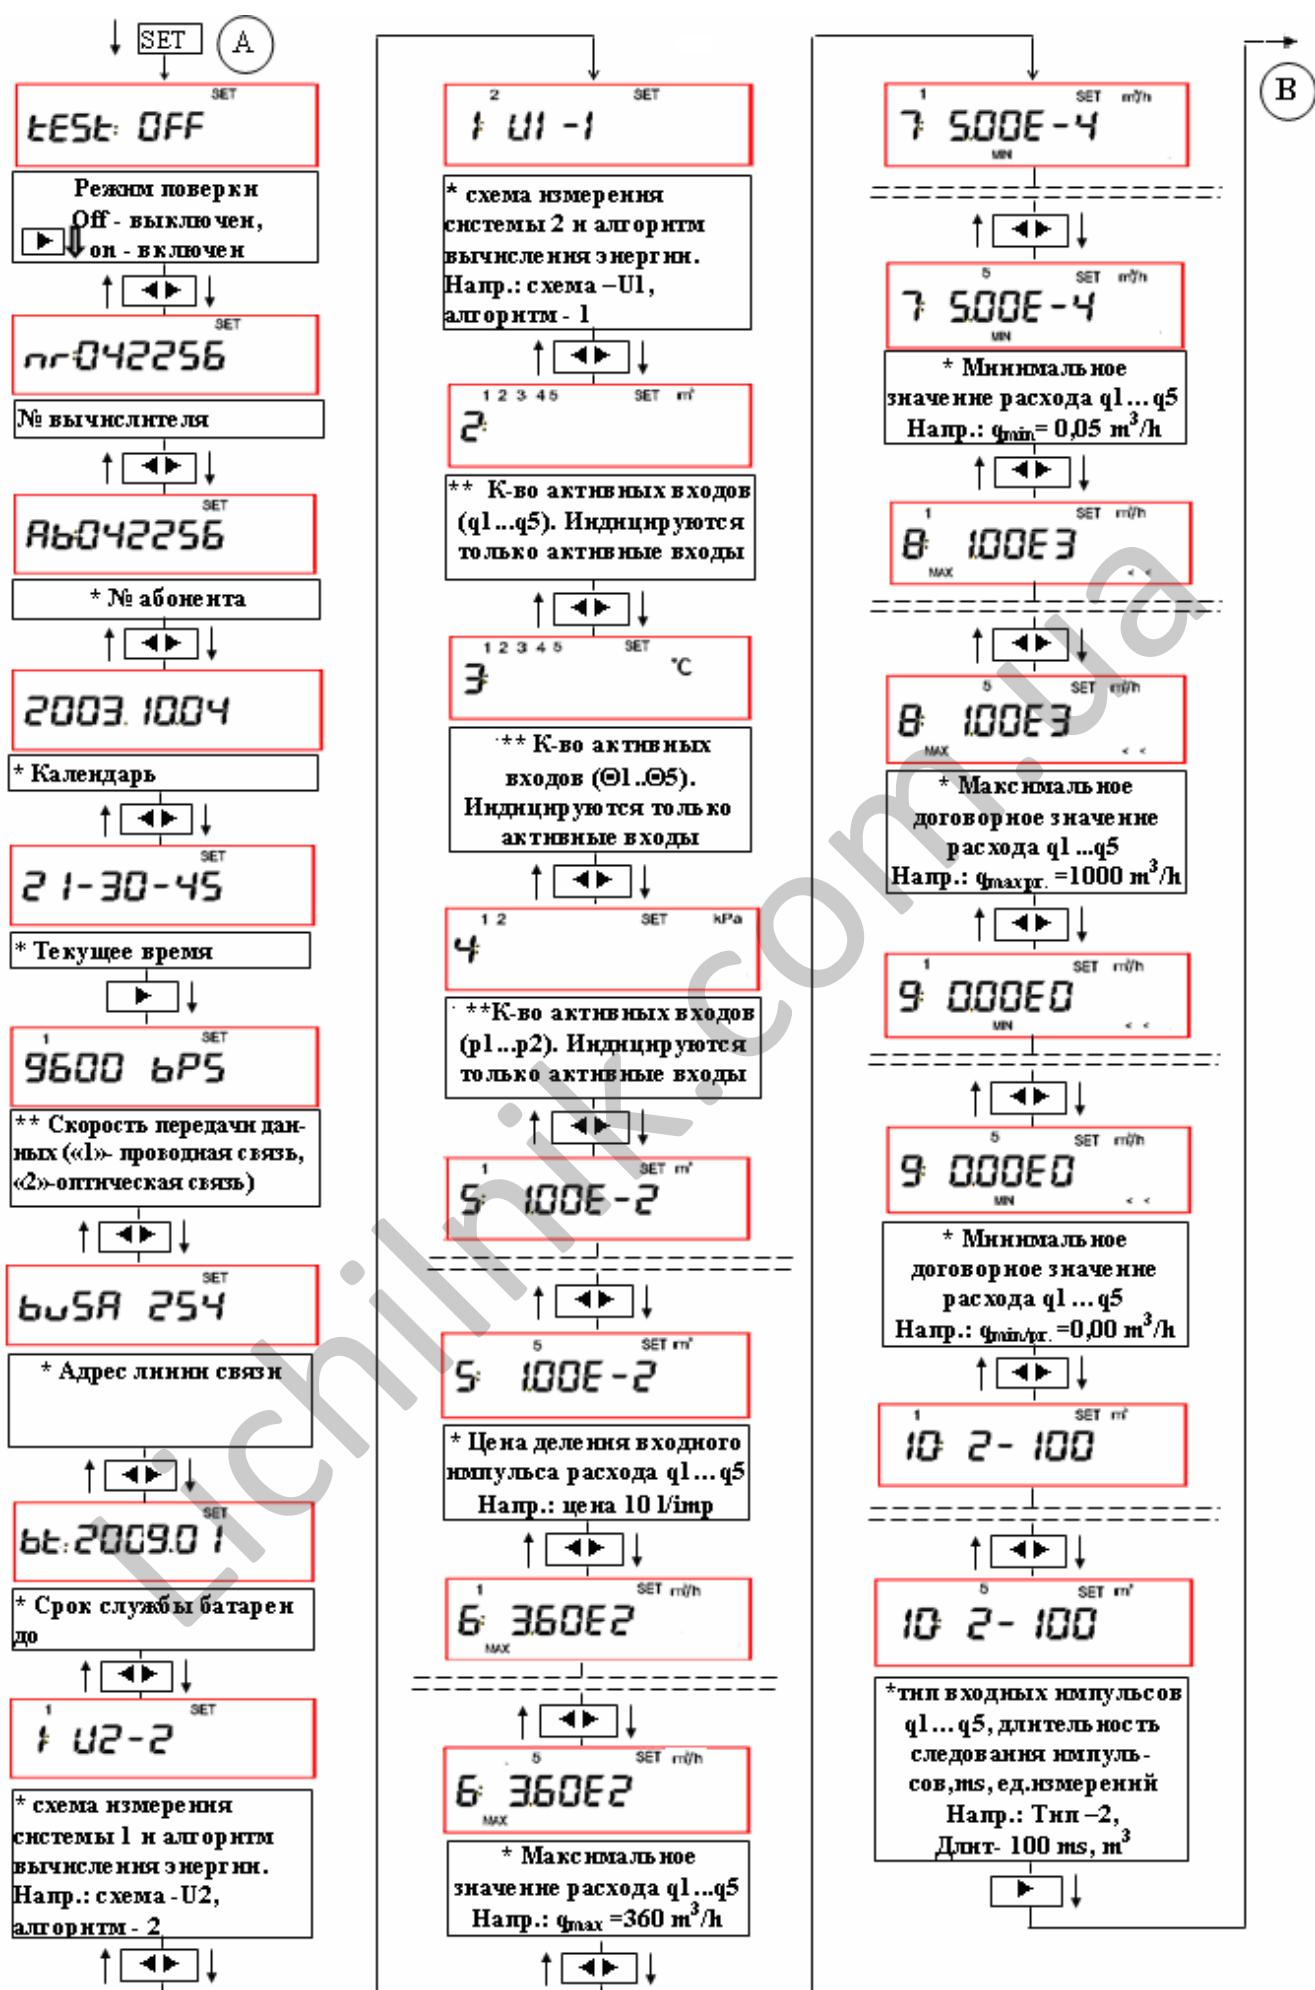
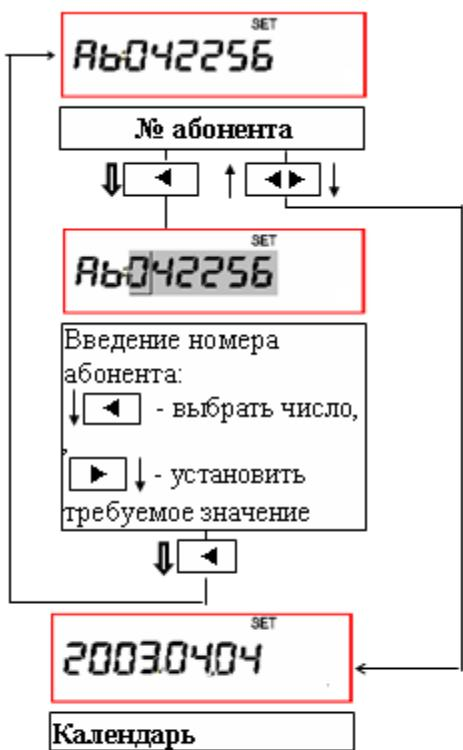
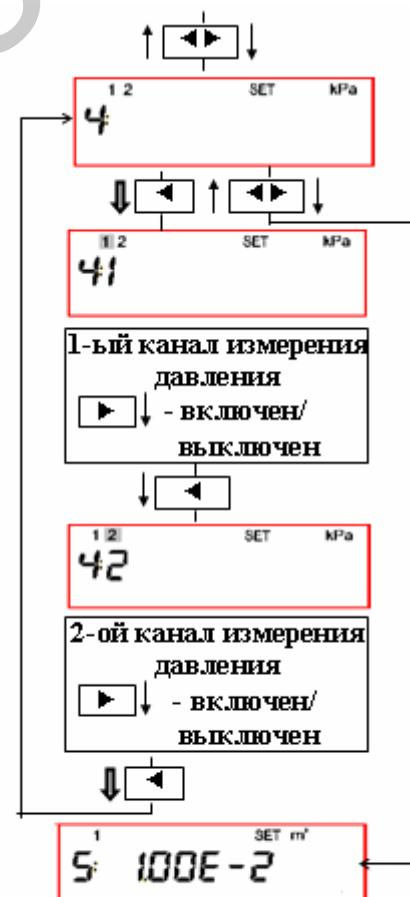

Рис.7.2. Схема ввода настроек параметров при конфигурации счетчика.
Рис.7.3. Порядок ввода параметров, помеченных звездочкой “\*”
Рис.7.4. Порядок ввода параметров, помеченных двумя звездочками “\*\*”
Схема для ввода значений настроек параметров при помощи кнопок управления представлена на рис. 7.2.
На индикатор поочередно выводится информация в соответствии со структурой меню (рис. 7.2). Допускаемые пределы и условные обозначения параметров представлены в приложении А.
**Примечание:** Ввод значений параметров, соответственно помеченных "\*" (рис.7.3), "\*\*" (рис.7.4), "\*\*\*" (рис.7.5), производится аналогично.
Порядок ввода значений параметров, на рис.7.2. помеченных звездочкой “\*\*”, представляется на рис.7.3.
Порядок ввода значений параметров, на рис.7.2. помеченных двумя звездочками “\*\*”, представляется на рис.7.4.